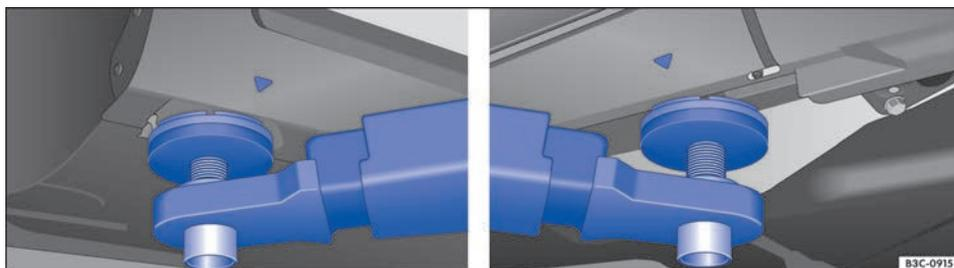

Fig. 277 Elevar el vehículo con la plataforma: puntos de apoyo en vehículos sin tapas.
El vehículo solo se deberá elevar por los puntos de apoyo que se muestran en la ilustración → fig. 277. Si el vehículo no se eleva por los puntos de apoyo indicados, podría sufrir daños → ⚠ y causar lesiones graves → ⚠.
- Eleve el vehículo únicamente por los puntos de apoyo que se muestran en la ilustración → fig. 277. Si el vehículo no se eleva por los puntos de apoyo indicados, podría caerse de la plataforma, por ejemplo, al desmontar el motor o la caja de cambios.